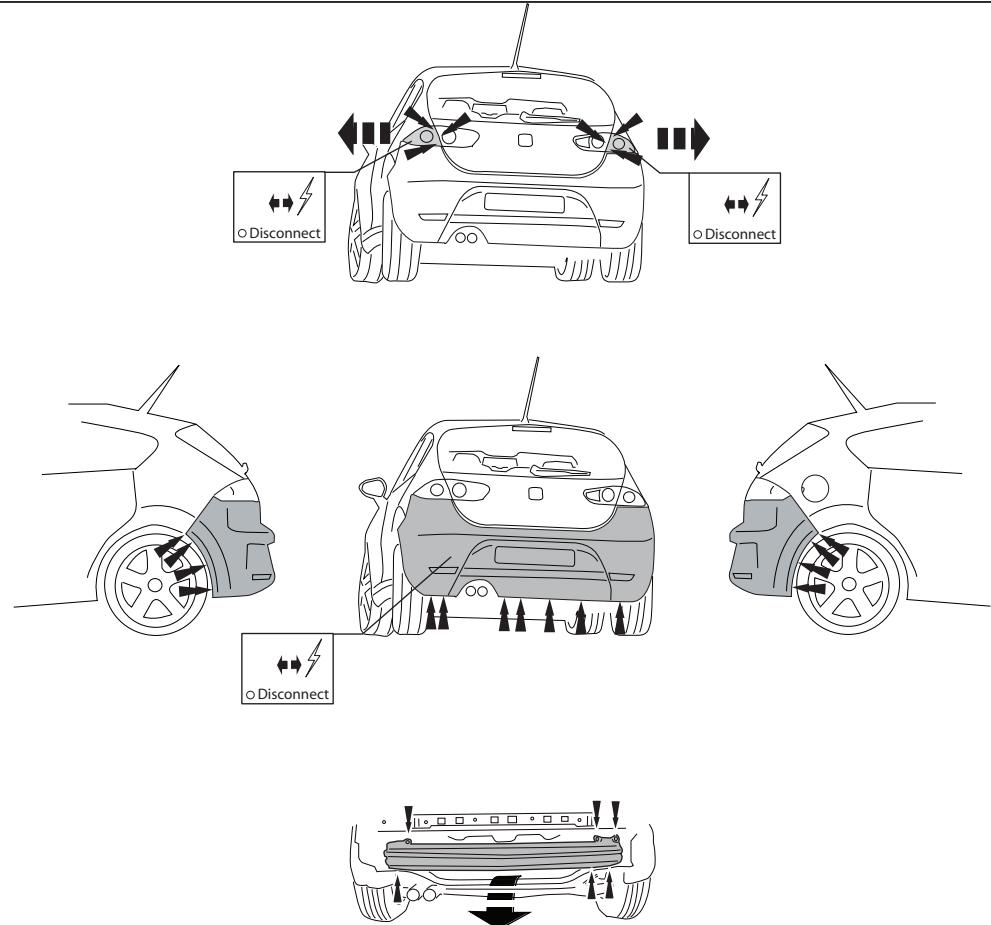

Fig.1
2. Снять бампер вместе со стальным буферным бруском автомобиля буферный брус больше не понадобится. Поставить болты на место. См. рисунок 1.